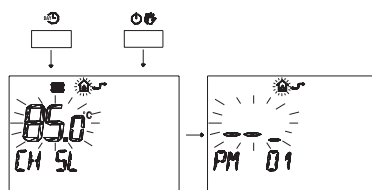

Figura 5.63 Remoto.
- 2 Premere contemporaneamente i pulsanti **DAYL** e **CH SL** per entrare nella programmazione trasparente (**Figura 5.63**)